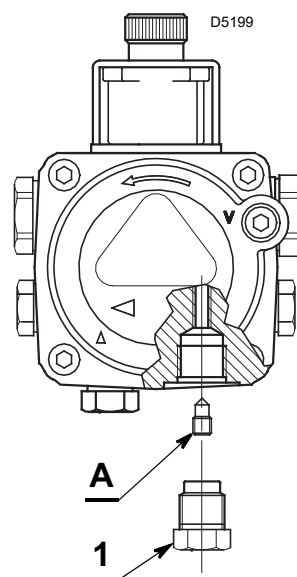

Abb. 11
Die Pumpe ist werksseitig für den Zweirohr-Betrieb eingerichtet. Für Einrohrbetrieb, den Rücklaufstopfen 1) schrauben, die By-Pass Schraube (A) zu entfernen den Rücklaufstopfen 1) wieder aufschrauben (Abb. 11).